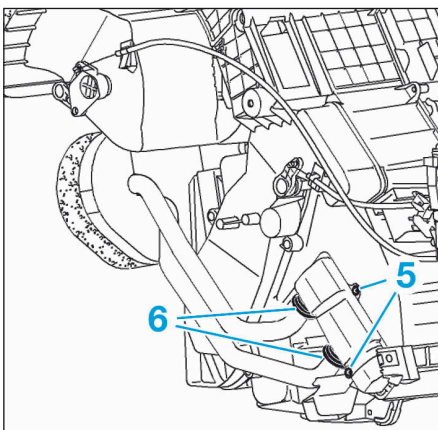

FIG.18
- Déposer les vis (5) (Fig.18).
- A l'aide d'un tournevis, déposer les colliers (6).